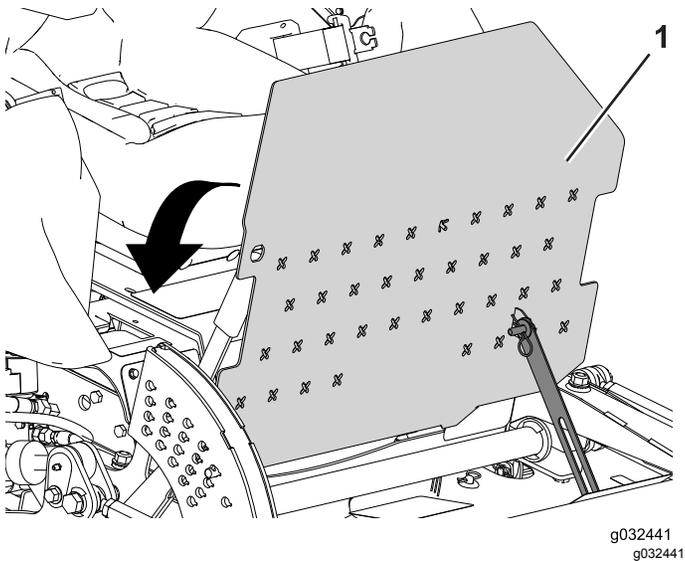

Figura 49
- Inclinate la piattaforma dell'operatore nella posizione di fermo (Figura 49).